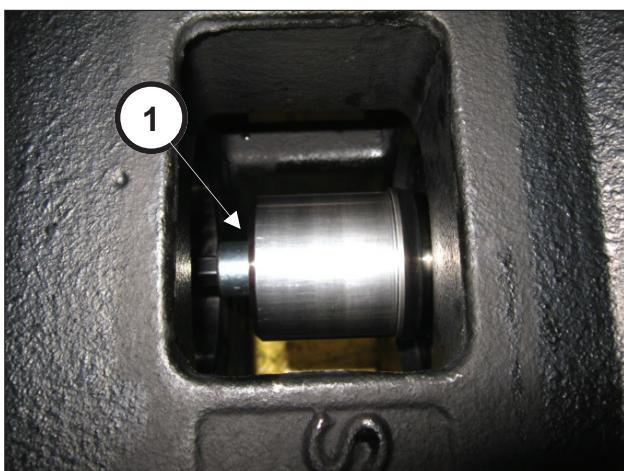

Fig. 36
Actionner le pignon jusqu'à ce que la dent de l'outil s'engage complètement dans le joint SPI (rep. ①, Fig. 36). Continuer à faire tourner le pignon jusqu'à l'extraction complète du joint SPI (rep. ①, Fig. 37).